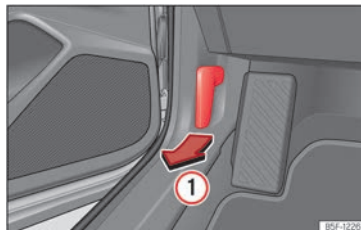

Abb. 238 Entriegelungshebel im Fahrerfußraum.
- Öffnen Sie die Tür und ziehen Sie an dem Hebel unterhalb der Schaltsäule » » » **(Abb. 238) ①**.